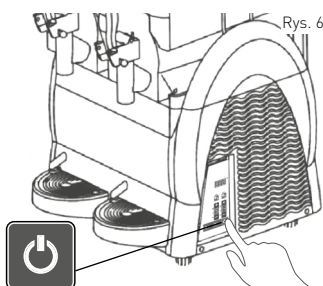

Rys. 5
- Po wleciu/uzupełnieniu mieszanki w zbiorniku (2) umieść pokrywę (1) z powrotem na zbiorniku (2). Patrz: Rys. 5.